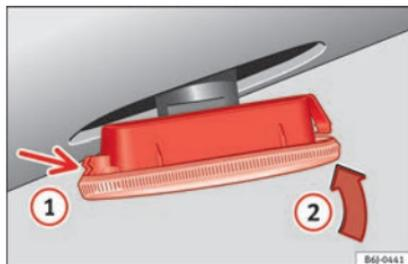

Fig. 202 Intermitentes laterales.
- Coloque el intermitente en primer lugar en el orificio de la carrocería, encajando las pestañas **(1)** » » fig. 202, y a continuación encaje la lámpara como indica la flecha **(2)** » » fig. 202.